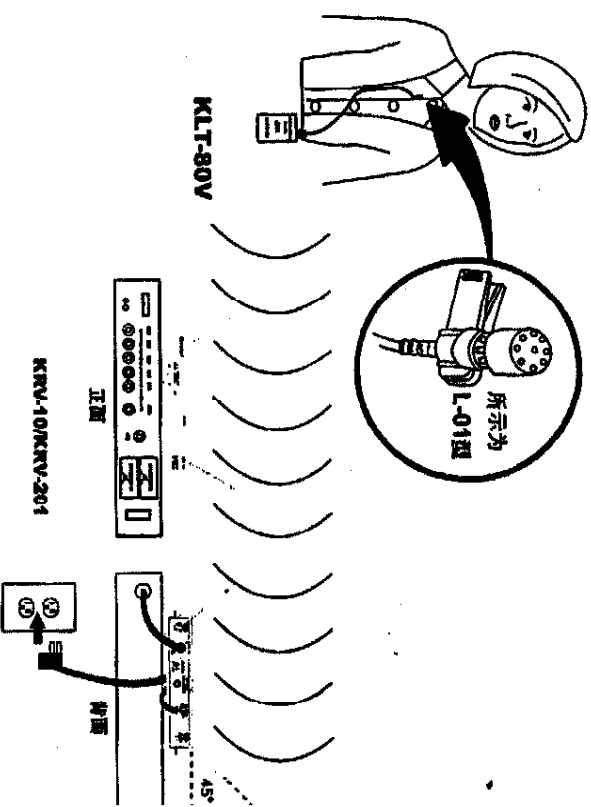

图8
1. 参看图8,把随机提供的交流转换器一端插入接收机背后的直流输入连接器,把转换器的电源线夹入固定扣“通用机型KRV-10”,把其另一端插入墙壁插座或其他交流电源(HD41N110使用220伏/50赫电源,HD41N110E使用120伏/60赫电源),推动接收机正面电源开关,电源灯发红光。